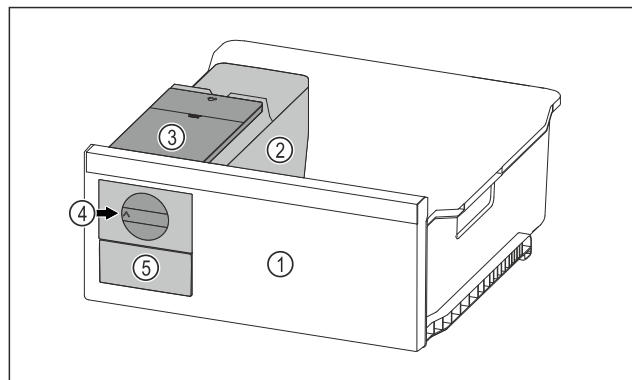

Fig. 96 Beispielfhafte Darstellung
- Drehknopf Fig. 96 (4) im Uhrzeigersinn bis zum Anschlag drehen.
- Eiskubel fallen aus der Eiskubelschale in das Eiskubelschubfach Fig. 96 (5).